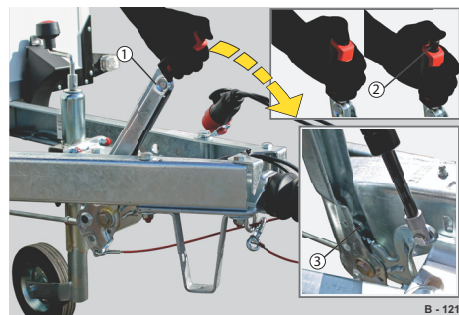
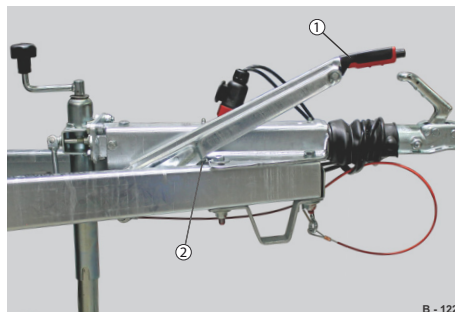

Abb. 91 Handbremse lösen
Abb. 92 Handbremse, gelöst
- ▶ Handbremshebel (Abb. 91/1) leicht nach oben ziehen und den Entriegelungsknopf (Abb. 91/2) gleichzeitig eindrücken.
- ▶ Handbremshebel komplett nach unten zur Kupplung führen. Die Verzahnung wird von der Verriegelung (Abb. 91/3) freigegeben. Der Handbremshebel (Abb. 92/1) liegt an der Auflaufeinrichtung (Abb. 92/2) an.